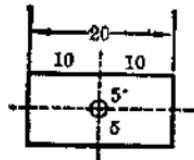

图 17
5. 轴承、垫圈: 将一块 1~2 毫米厚的铜皮(铁皮也可以)按图 17 截好二块，并按图在中心位置各钻好一个 2 毫米的洞作为轴承用。